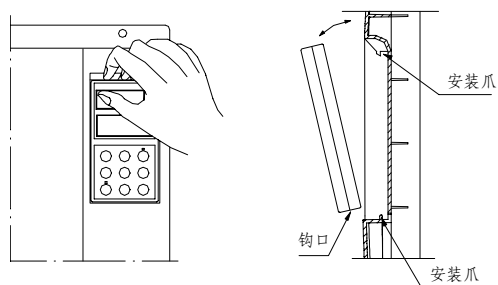

图3-3 键盘操作面板的拆卸和安装
1、拆卸：将中指放在操作面板上方的手指插入孔，轻轻按住顶部的锁定弹片后再往外拉，即可拆下操作面板；如图3-3所示。
2、安装：先将操作面板的底部固定钩口对接在面板安装槽下方的安装爪上，用中指按住顶部的锁定弹片后往里推，到位后松开中指即可；如图3-3所示。